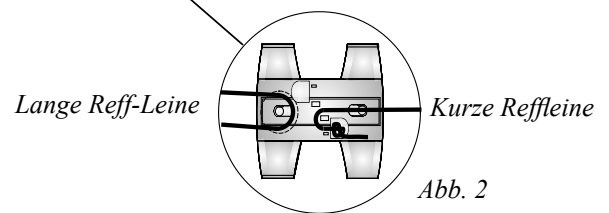

Abb. 2
- Die Reffschlitten sind symmetrisch und passen in die äußeren Führungsnuten des Baumes. Nehmen Sie einen der Reffschlitten. Der Pfeil an der äußeren Seite muss nach oben zeigen und sich an Stb. befinden. Ziehen Sie die neue kurze blaue Leine (Reff 1) im Halsbeschlag an Stb. durch den Auslass. Führen Sie die Leine am Halsbeschlag durch den Reffschlitten und sichern Sie ihn mit einem Achtknoten (siehe Abb. 2). Der Knoten muss in der D-förmigen Aussparung im Reffschlitten liegen. Das Ende wird ebenfalls dort eingesteckt.